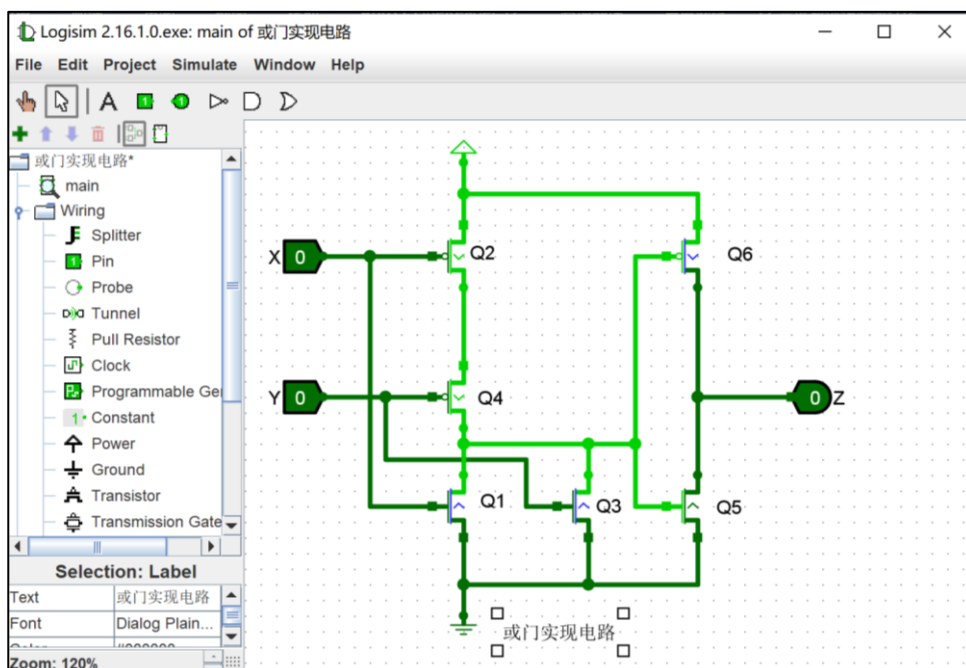

图 11.10 实现或门时在电路图中增加标识符
4) 添加标识符。如图 11.10 所示，标注输入、输出引脚及晶体管标识符，添加电路功能描述。